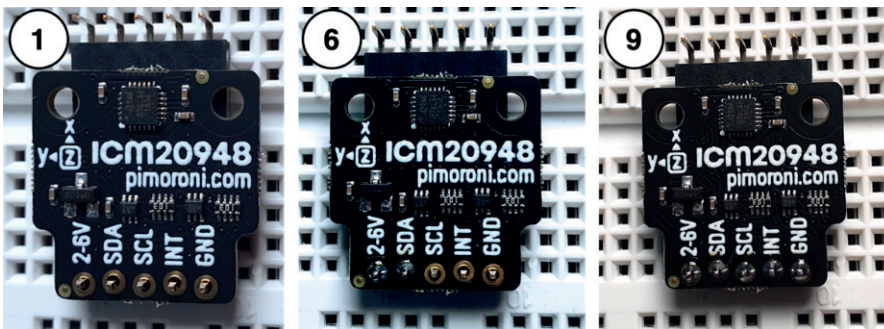

Рис. 12.3. Этапы пайки PIM448
На рис. 12.3 процесс пайки модуля показан пошагово.
Чтобы создать паянное соединение, выполните следующие шаги (обращаясь к рис. 12.3).
1. Нам необходимо, чтобы компонент оставался неподвижным, пока припой остывает. На рис. 12.3 мы видим, что модуль PIM448 надет на контакты типа «штекер», которые входят в макетную плату снизу. Отличный способ зафиксировать компонент – вставить длинную сторону разъемов в макетную плату так, чтобы наше устройство было сверху; для этого мы используем контакты типа «штекер». Контакты типа «гнездо» мы используем в качестве опоры с другой стороны.
6. В середине на рис. 12.3 показан следующий шаг. Здесь я припаял два вывода. С этого момента работать становится проще, поскольку плата уже зафиксирована. Переходим к следующему контакту и повторяем действие – нагреваем вывод и контактную площадку, затем наносим припой.
9. Повторите шаги для оставшихся контактов. Справа на рис. 12.3 показано, как должен выглядеть IMU с припаянными контактами.